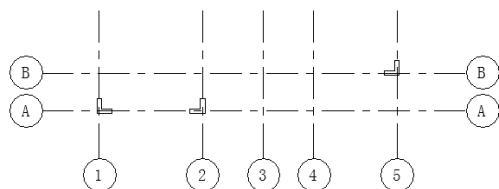

图 5-51 放置 Z3 柱子
(9) 重复“载入族”命令, 载入 Z3 柱子, 然后将其放置在如图 5-51 所示的位置。